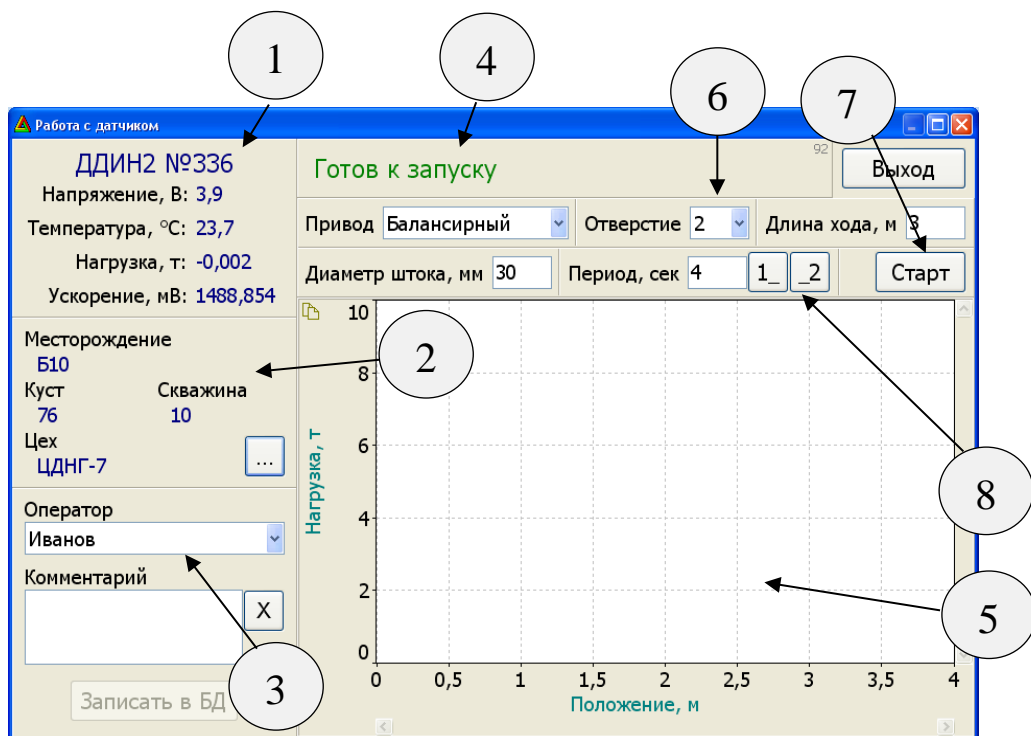

Рисунок 7. Панель управления датчиком
В случае успешного подключения появится панель управления датчиком (см. Рис. 7).
- Проверить, и, при необходимости, изменить реквизиты скважины (п.2 рисунок 7).
- Указать оператора, выбрать вид исследования, ввести пояснения (п.3 рисунок 7).
- Указать параметры установки качания (п.6 рисунок 7).
- Убедиться, что датчик находится в состоянии «Готов к запуску» (п.4 рисунок 7) и нажать кнопку «Старт» (п.7 рисунок 7).
- После расчета полученная динамограмма выведется на экран (п.5 рисунок 7).